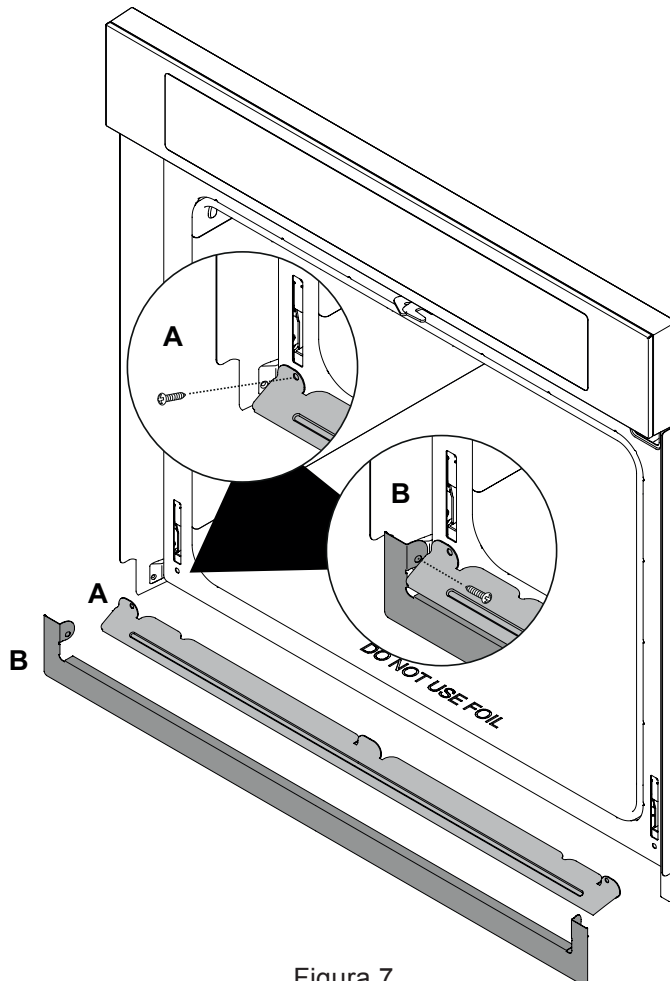

Figura 7
A. Coloque el desviador de aire (A) en su lugar como se muestra en la Figura 7. Alinee las ubicaciones de los tornillos y fije ambos extremos.
B. Coloque el recorte de color combinado (B) en su lugar como se muestra. Alinee las ubicaciones de los tornillos y fije ambos extremos.